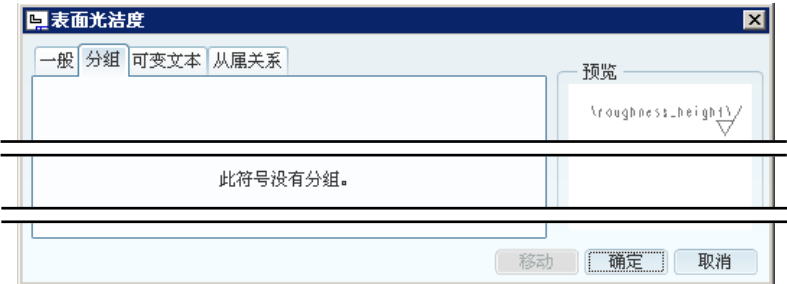

图 5.7.15 “分组”选项卡
Step2. 在图 5.7.15 所示的“**分组**”选项卡中，可以用于显示自定义符号的组合关系。